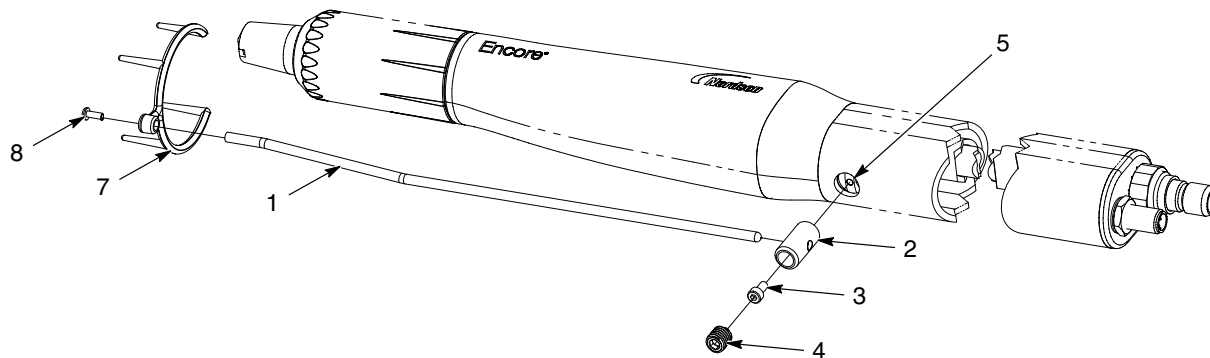

Figura 7 Installazione del collettore di ioni - pistola con montaggio su tubo
1. Rovesciare il tubo di montaggio di modo che il foro di montaggio del collettore di ioni (5) consenta di accedere alla piastra di messa a terra, come illustrato nella figura 7.